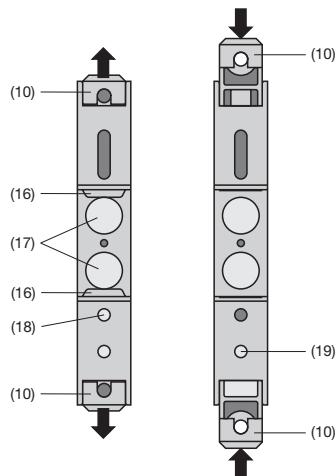

Fig. 7. Fond de l'appareil.
Ensuite tirer en dehors les languettes de fixation (10) en enfonçant en même temps les boutons de verrouillage (18) (voir Fig. 7 à gauche).
Pour rentrer si nécessaire les longuettes de fixation, il faut enfoncez les boutons de verrouillage (19) et en même temps glisser les languettes de fixation (10) dans la base du boîtier (voir Fig. 7 à droite).